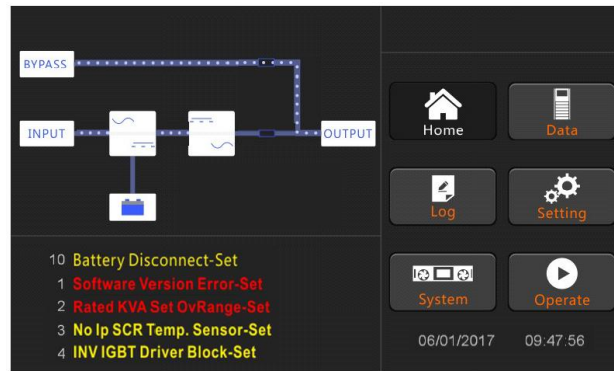

Рисунок 50. Интерфейс запуска инвертора
6. После включения статического переключателя байпаса включается инвертор, и индикаторная панель инвертора мигает (Рисунок 50).